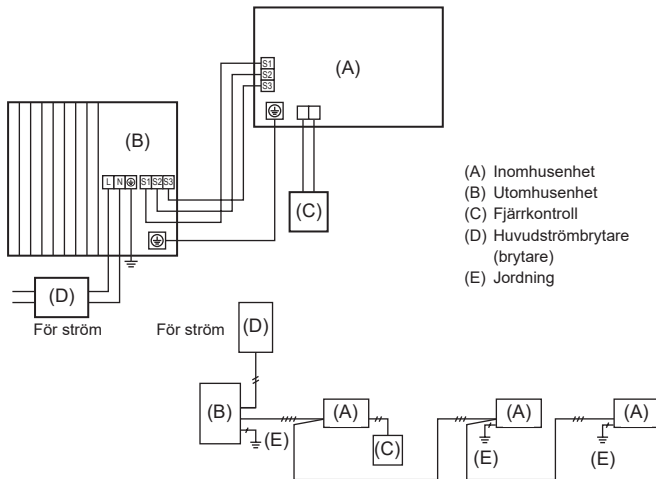
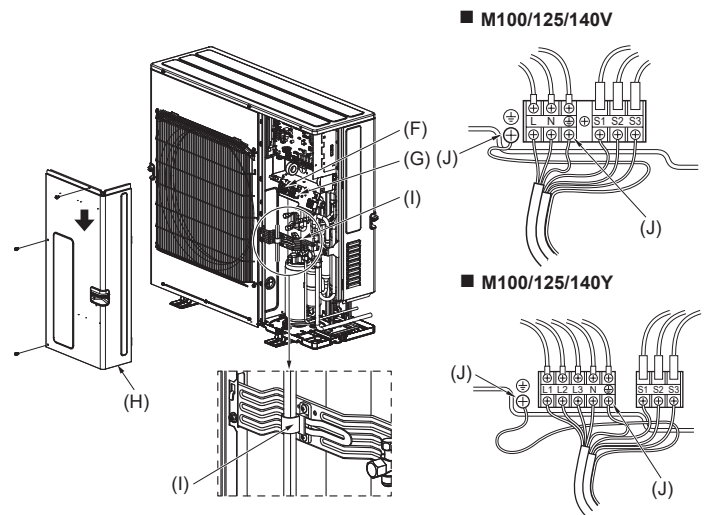

Fig. 6-1
Fig. 6-2
6.1. Utomhusenhet (Fig. 6-1, Fig. 6-2)
- (1) Ta bort servicepanelen.
- (2) Hänvisa till Fig. 6-1 och Fig. 6-2 när kablarna dras.